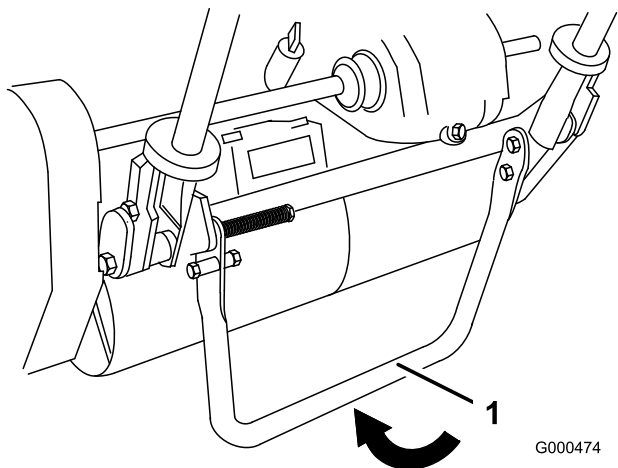

図 7
1. キック・スタンドを立てる (スタンドを足で下げながらハンドルを持ち上げる; 図 7)。